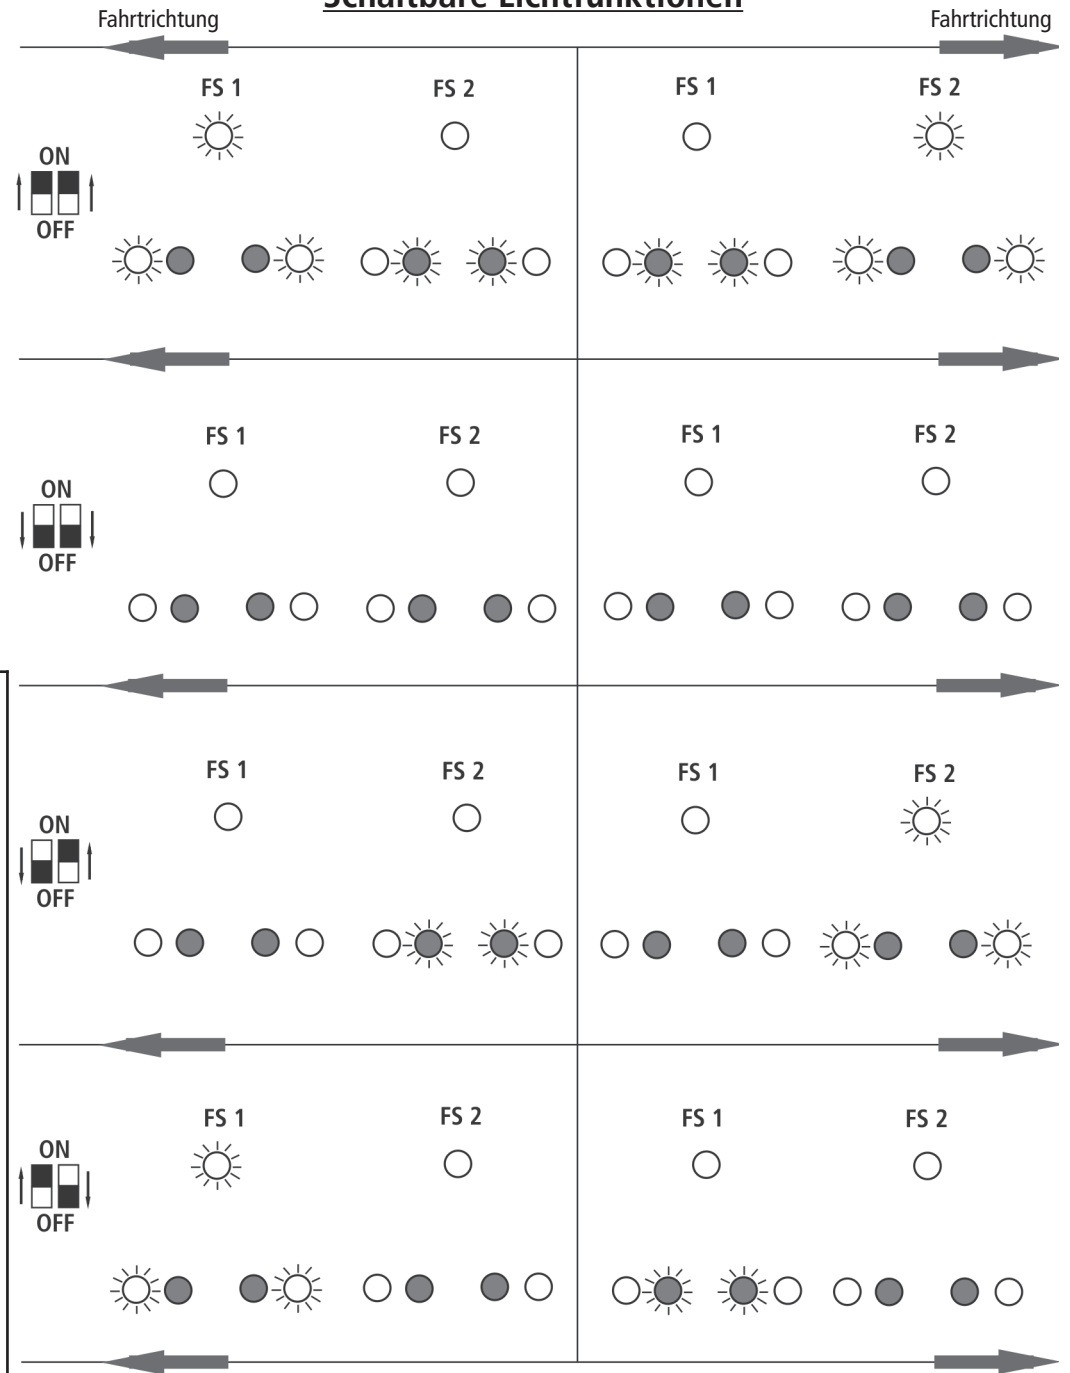

Fig. 6
**Mehrzugbetrieb:** Zuerst Lokgehäuse abnehmen (Fig. 3). Danach den Brückenstecker aus der Schnittstelle entfernen (diesen sorgsam aufbewahren). Danach den Stecker des Steuerbausteins lagerichtig einsetzen (siehe Fig. 6).
Remove the jumper from the interface. Finally put the plug of the chip into the interface as shown in fig. 6.
**Exploitation en télécommande multi-trains:** Enlevez la fiche de shuntage de l'interface (à conserver!) et enfichez finalement la fiche du module de télécommande aux prises de l'interface. Veuillez à la position correcte de la fiche (voir fig. 6).